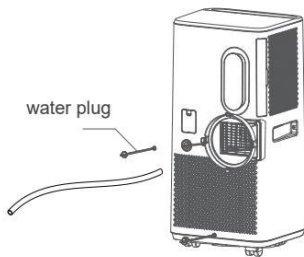
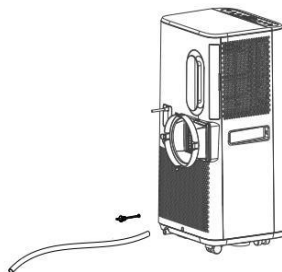

Abb. 11
Abb. 12
- Wenn Sie die Wasserleitung anschliessen, nehmen Sie zuerst den Stopfen heraus, drücken Sie die Wasserleitung direkt an den Wasserauslass und drücken Sie sie in Richtung des Pfeils. Hinweis: Abbildung 11 zeigt den Wasseranschluss im Entfeuchtungsmodus und Abbildung 12 zeigt den Wasseranschluss als Auslass zum Entleeren des Wassertanks.